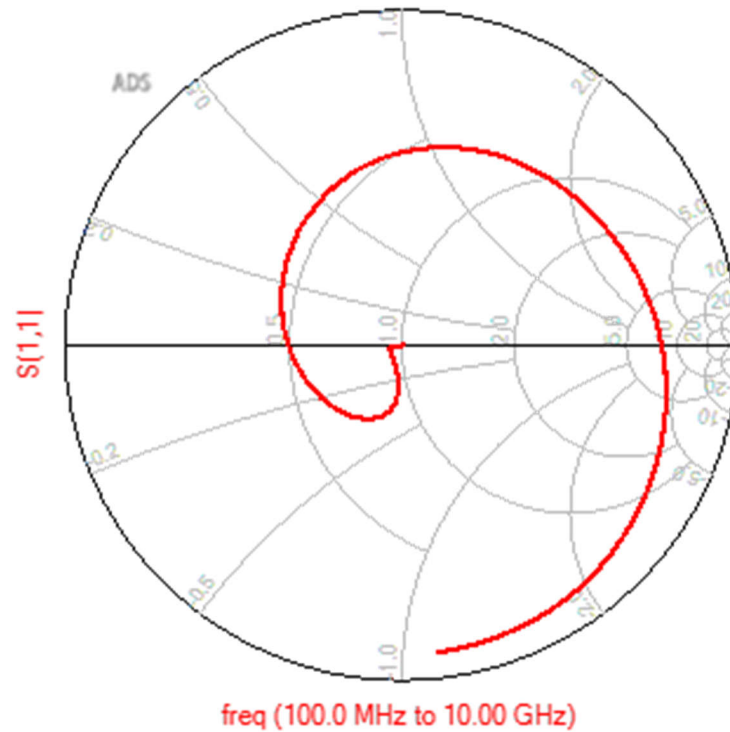

图 2-3. ADC12DJ5200RF 模拟输入的 SDD11 S 参数
- 需要 3-6dB 输入网络是因为 ADC 的输入阻抗并不精确，即使数据表说这是 $100\ \Omega$ 差分，但遗憾的是实际并非如此。请参阅图 2-3，下面是 ADC12DJ5200RF 模拟输入的 SDD11 s 参数史密斯圆图的测量示例。这是否看起来像是所有频率上的 $100\ \Omega$ 差分？我同意，这不是。最近似乎越来越多的设计人员将数据表阻抗规格视为确切（和固定）值，而实际上，这些值仅在特定条件下用作参考。因此请注意这一点，并在 PCB 上的任何输入或输出或其附近放置一个真实的端接电阻器，以在宽射频频率范围内解决更好的阻抗匹配问题。我是否提到对于任何或所有指定的电阻终端，大多数 IC 工艺节点都有大约 $\pm 20\%$ 的变化？